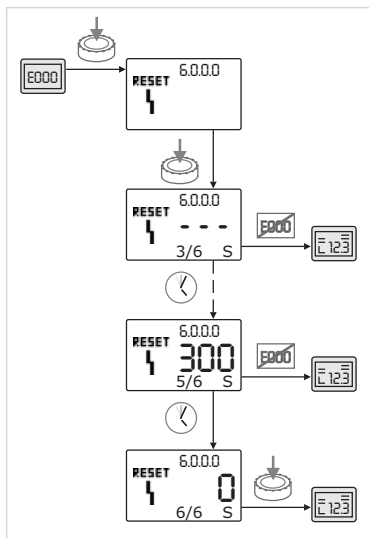

Fig. 53: Kvittera feltyp C
- Gör följande för att kvittera fel av typen C (fig. 53):